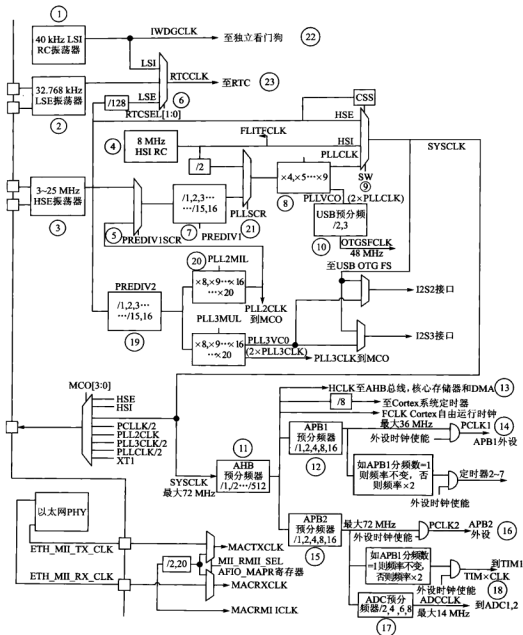

图 6.2.1 STM32 的时钟树
众所周知,微控制器(处理器)的运行必须要依赖周期性的时钟脉冲来驱动——往往由一个外部晶体振荡器提供时钟输入为始,最终转换为多个外部设备的周期性运作为末。这种时钟“能量”扩散流动的路径,犹如大树的养分通过主干流向各个分支,因此常称为“时钟树”。在一些传统的低端 8 位单片机,诸如 51、AVR、PIC 等单片机,其自身也具备一个时钟树系统,但其中的绝大部分是不受用户控制的,即在单片机上电后,时钟树就固定在某种不可更改的状态(假设单片机处于正常工作的状态)。比如 51 单片机使用典型的 12 MHz 晶振作为时钟源,则外设如 I/O 口、定时器、串口等设备的驱动时钟速率便已经是固定的,用户无法将此时钟速率更改,除非更换晶振。而 STM32 微控制器的时钟树则是可配置的,其时钟输入源与最终达到外设处的时钟速率不再有固定的关系,本节将详细解析 STM32 微控制器的时钟树。图 6.2.1 是 STM32 微控制器的时钟树,表 6.2.1 是图 6.2.1 中各个标号所表示的部件。
表 6.2.1 图 6.2.1 标号释义
本书第一个实验中所介绍的 GPIO 外设属于 APB2 设备,即 GPIO 的时钟来源于 APB2 总线,同样在图 6.2.1 中也可以寻获 GPIO 外设的时钟轨迹为:
- 其次,读者应从图 6.2.1 区分出各个总线和对应的时钟,其中 PLLCLK 表示 PLL 锁相环的输出时钟,SYSCCLK 表示系统时钟,HCLK 表示 AHB 总线的时钟,PCLK1 表示 APB1 总线的时钟,PCLK2 则表示 APB2 总线的时钟。
将上述代码中对时钟树的配置顺序与图 6.2.1 中标号对比后,不难发现上述代码依照如下流程:③→⑪→⑬→⑮→⑦→⑲→⑧→⑨。
通过对比发现,程序中对时钟树的配置顺序并不是依照图 6.2.1 中由左到右、由上到下配置的,这是为什么呢?事实上这个问题相信大部分读者都可以自己解释:电子设计世界的思维和操作方式,其顺序往往和日常生活是不一样的,比如人们经常先给电视机连接电源,再打开电视机开关;先把大水管的总闸打开,再打开小水龙头……总而言之是一种由“主”到“次”的顺序。但电子设计世界的思维方式,以最常见的 51 单片机的开发平台为例,开发人员往往先把